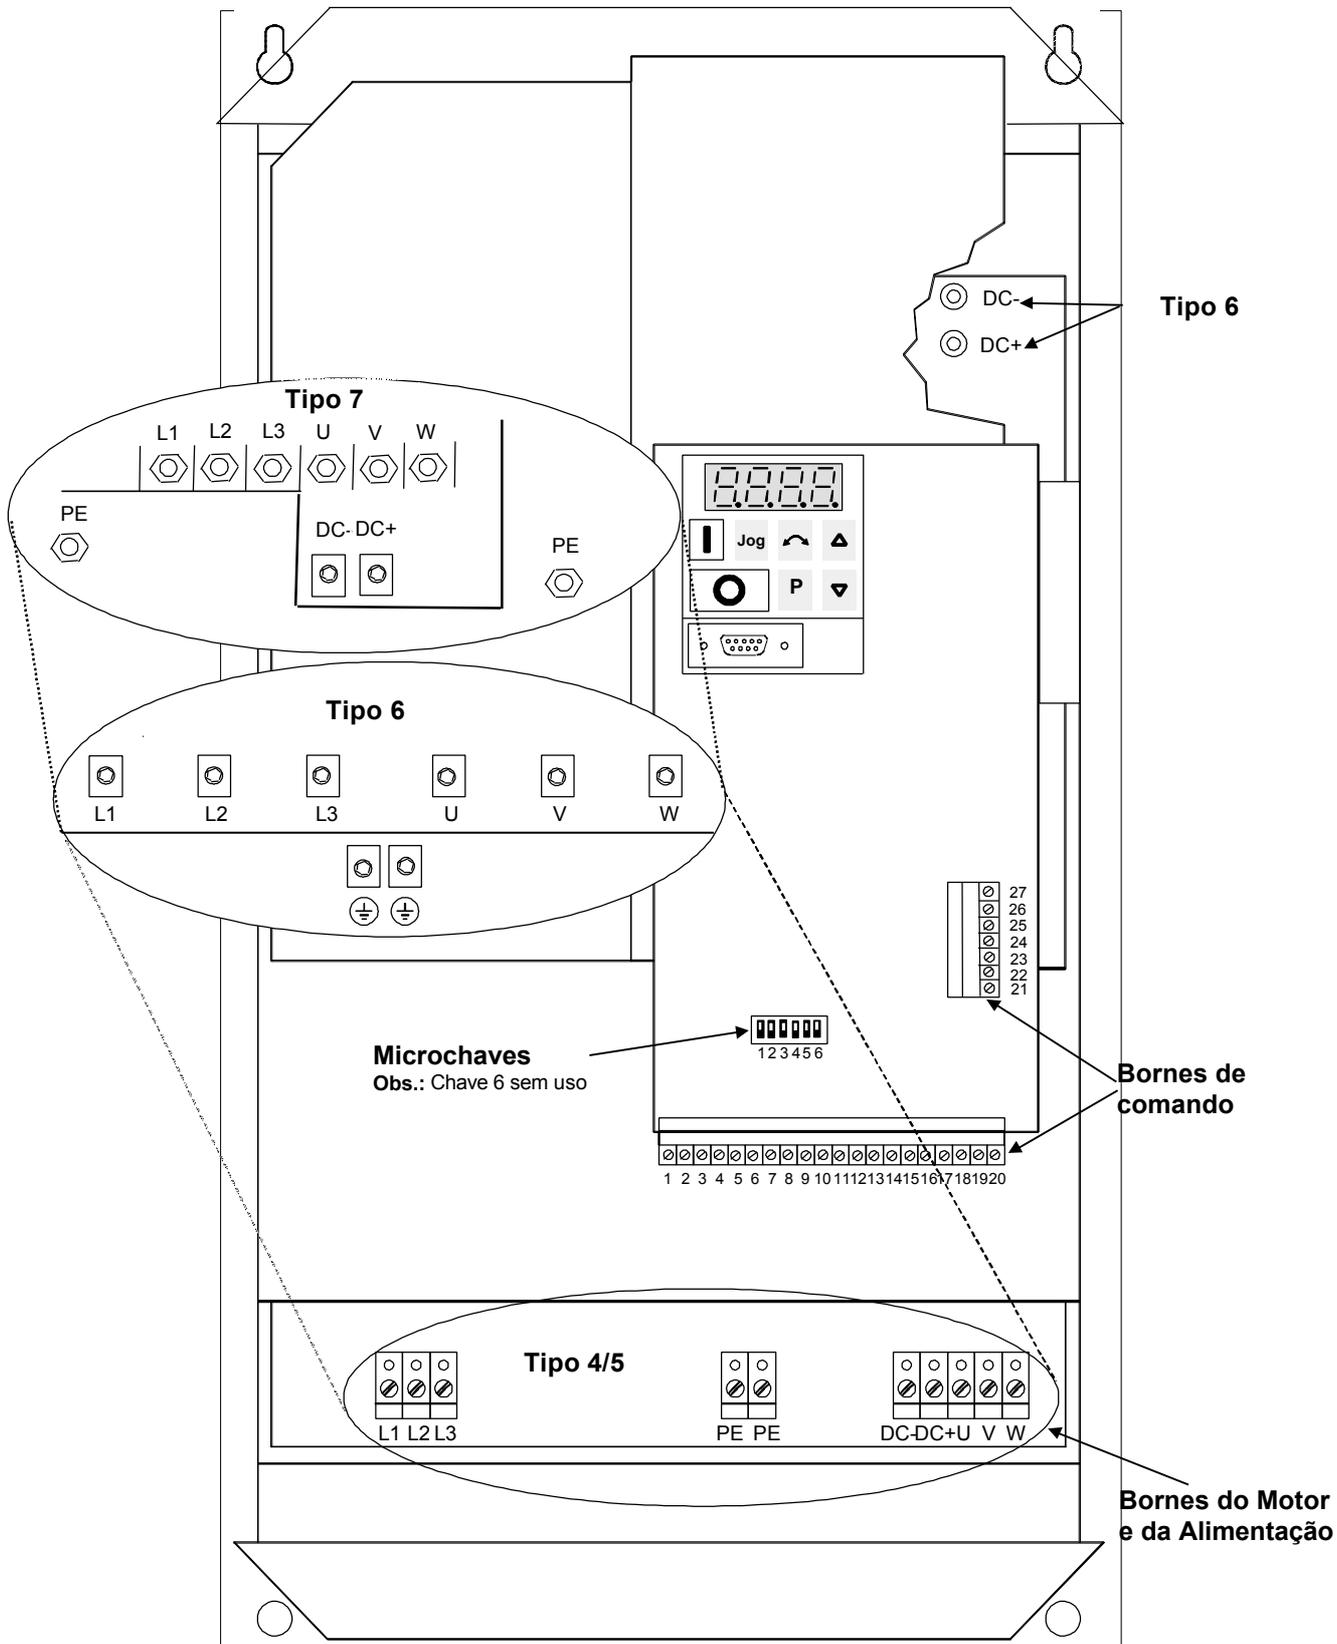

Figura 11: Conectores do MIDIMASTER Vector
Leia as Instruções de Cabeamento apresentadas na seção 9.3, antes de iniciar a instalação. As conexões elétricas no MIDIMASTER Vector são mostradas na Figura 11.
2. Utilizando um cabo com 4 vias e terminais adequados ao cabo, conecte a alimentação aos bornes L1, L2, L3 (trifásico) e terra (PE) (*mostrado na Figura 11*). Para saber a seção transversal de cada via, veja seção 8.
3. Utilize um cabo de 4 vias e terminais adequados para conectar os cabos do motor aos bornes U, V, W e terra (PE) do motor (*mostrado na Figura 11*).
As conexões de comando no MIDIMASTER Vector são feitas através de duas réguas de bornes dispostas como mostrado na Figura 11. As réguas de bornes possuem duas partes : a parte de bornes com parafusos pode ser removida de seu invólucro antes de conectar os cabos. Quando todas as conexões tiverem sido feitas e fixadas (como mostrado nas Figuras 12 e 14), os bornes devem ser encaixados firmemente de volta ao seu invólucro.
- para Aparelho tipo 4, 5 e 6; a tampa frontal estiver removida (veja Figura 11).
- para Aparelho tipo 7; a tampa frontal inferior estiver removida (veja Figura 11).